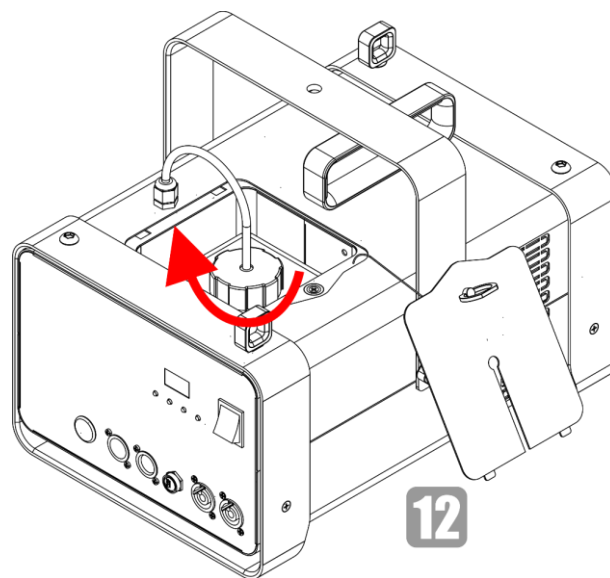

Fig. 30
- 12) Riavvitare il coperchio sul serbatoio del liquido, come mostrato nella Fig. 30.